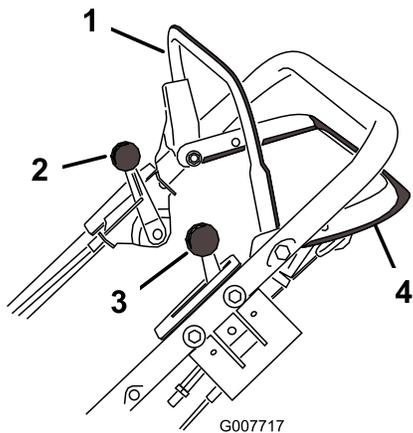
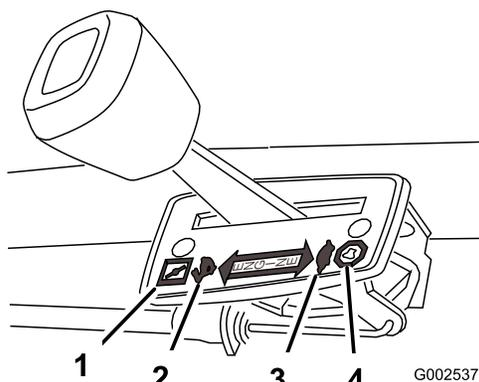

Figure 10
Figure 11
La barre de commande de la lame, le verrou de la barre de commande de la lame, le levier de changement de vitesses, la manette d'accélérateur et la barre de commande de déplacement se trouvent sur la partie supérieure du guidon, comme illustré à la Figure 10.
Les différents réglages de la manette d'accélérateur sont illustrés à la Figure 11.
4. Placez le levier de changement de vitesses en position point mort (N) (Figure 10 et Figure 11).
La tondeuse dispose de 3 vitesses de déplacement : 1 pour basse vitesse, 2 pour vitesse moyenne et 3 pour haute vitesse. La commande de vitesse de déplacement est située sur la partie supérieure du guidon (Figure 11).